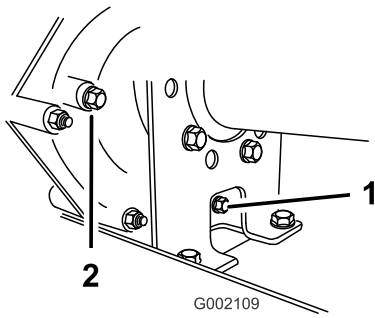
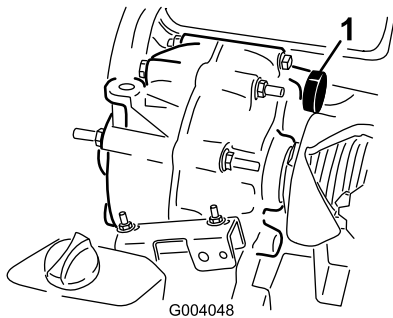

Figure 48
Figure 49
2. Enlevez le bouchon de vidange sur le côté droit du réservoir (Figure 48) et laissez l'huile s'écouler dans un bac de vidange. Revissez le bouchon de vidange en place lorsque toute l'huile s'est écoulée.
3. Versez environ 1,4 l d'huile moteur SAE 10W30 dans le réservoir (Figure 49) ou faites l'appoint jusqu'à ce que le niveau atteigne le bas du trou d'indication de niveau (Figure 48).